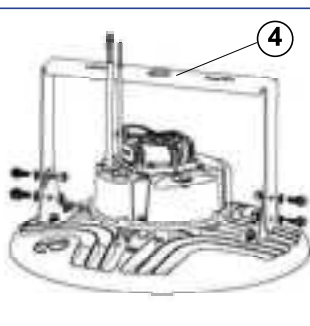

Figure 4
2.4 Dès que le support de montage (4) en surface est installé, aligner les fentes verticales des supports (2) de fixation avec le support de montage (4) et fixer au support avec les boulons hexagonaux et les rondelles de blocage fournis (voir la figure 4).